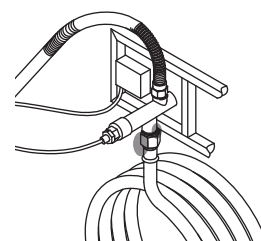

Figure 8
- Il tubo e l'ingresso del gas dell'apparecchio (vedi Figure 8)